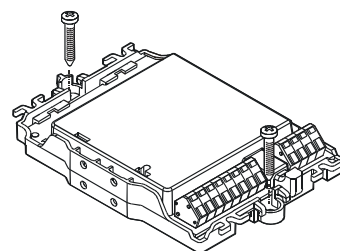

Fig. 2
- On a plane surface (Fig. 2)
5. Use two M3 x 12 screws to fit the module in the housing (Fig. 2).
1. Secure input module with two screws on a plane surface (Fig. 2).
- Auf einer planen Oberfläche (Fig. 2)
5. Montieren Sie den Baustein mit zwei Schrauben M3 x 12 im Gehäuse (Fig. 2).
1. Befestigen Sie den Eingabebaustein mit zwei Schrauben auf einer planen Oberfläche (Fig. 2).
- Sur une surface plane (fig. 2)
5. Montez le module d'interface dans le boîtier avec deux vis M3 x 12 (fig. 2).